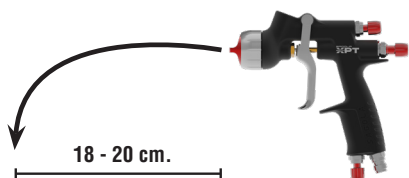

Fig.04
Positionner correctement les orifices de pulvérisation de la chapeau d'air (tracer une ligne imaginaire passant par les deux oreillettes : la ligne doit être parallèle ou perpendiculaire au sol) (Fig.04), Fermer entièrement le régulateur de produit en tournant dans le sens des aiguilles d'une montre; et effectuer l'essai d'application désiré, en réglant les régulateurs de produit et la projection de la manière suivante:
• **Changement de siège de soupape d'air:** Pour l'enlèvement du siège de soupape; démonter le régulateur de produit, en retirant l'aiguille ainsi que le ressort et sa butée. (Voir fig.01 et 02). À l'aide d'une clé six pans creux de 9 mm, démonter la carcasse glissière, et retirer le ressort conique de la valve et la valve. (Voir fig.04, 05 et 06).